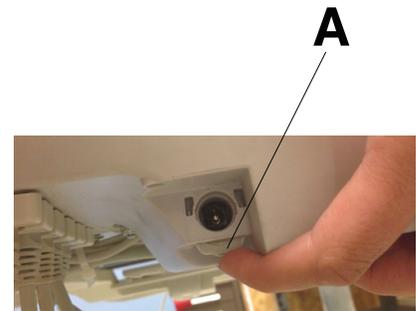

Abbildung 4 – Arretieren und Lösen des Batteriekabels
2. Den Steuerungskasten ausfindig machen (Abbildung 4).
4. Die Batteriekabelarretierung andrücken, um das Batteriekabel im Steuerungskasten (A) einrasten zu lassen (Abbildung 4).
3. Das Batteriekontrollkabel zum Kontrollkasten lösen (A) (Abbildung 4).